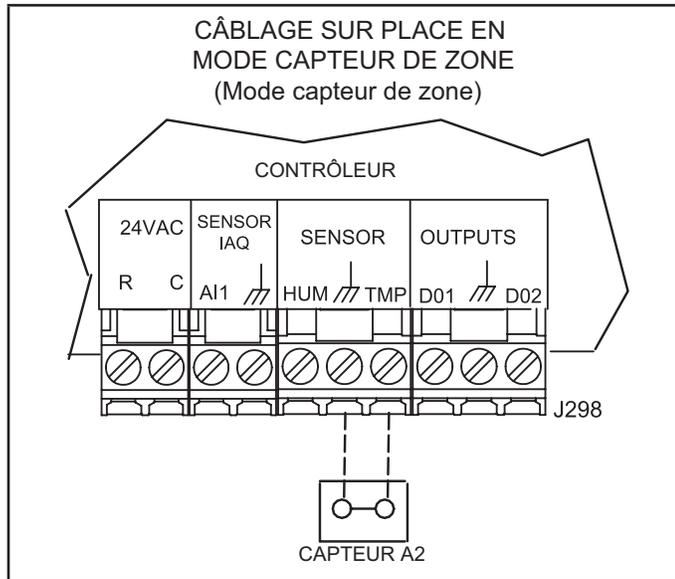

FIGURE 16
Le contrôleur de l'unité fera fonctionner le chauffage et la climatisation en fonction des points de consigne internes du contrôleur de l'unité et de la température du capteur de zone A2. Un panneau de contrôle réseau (NCP) optionnel peut également être utilisé pour fournir les points de consigne. Un thermostat ou un capteur de reprise d'air peut être utilisé comme mode de secours. Effectuer les connexions de câblage du capteur de zone comme indiqué à la FIGURE 16.
- 2 - Effectuer les connexions de câblage comme indiqué à la FIGURE 17 pour le mode thermostat ou à la FIGURE 16 pour le mode capteur de zone. En outre, connecter un capteur d'humidité ou une entrée de déshumidification. Se reporter à la FIGURE 18 ou FIGURE 19 pour le câblage du capteur d'humidité ou à la FIGURE 20 pour le câblage de l'entrée de déshumidification.